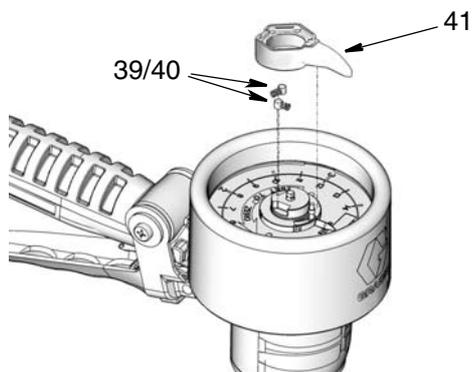

FIG. 15
3. Retire la aguja del puntero (41), los resortes (39) y las clavijas (40) (FIG. 15).